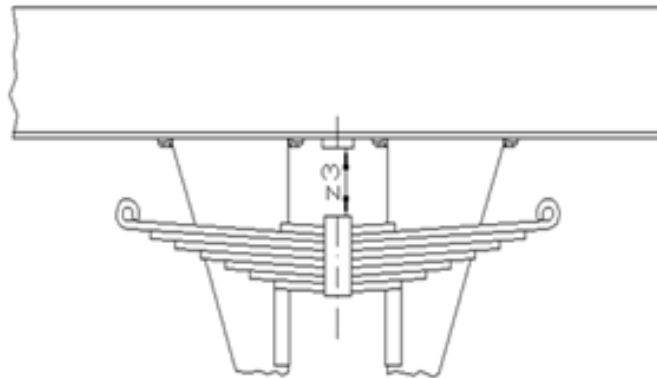

Abbildung 1: z3 Federspiel bei Blattfederung
- (2) Zu messen ist der Abstand z3 zwischen Federbund und Federfangbock oder Unterkante Langträger bzw. Drehgestellrahmen bei leerem Wagen (vgl. Bild 1). **Blattfederung**